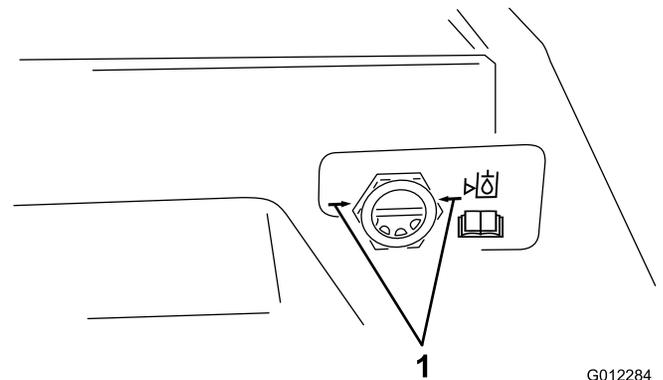

Bild 43
5. Schauen Sie bei angehobenen Mähwerken und warmen Öl in das Schauglas (Bild 43). Wenn die Hydraulikflüssigkeit nicht an den Pfeilen ist, füllen Sie Flüssigkeit ein, um den richtigen Stand zu erhalten. **Füllen Sie nicht auf, wenn die Flüssigkeit kalt ist.**
6. Schauen Sie in das Schauglas (Bild 43). Der Ölstand sollte bei warmen Öl an den Pfeilen sein. Füllen Sie Hydrauliköl in den Behälter, wenn der Stand niedrig ist.